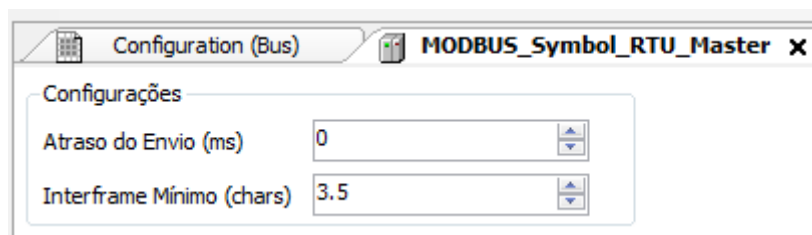

Figura 89: Tela de Configuração Parâmetros Gerais MODBUS RTU Mestre
- Configurar os parâmetros gerais do protocolo MODBUS Mestre, como: tempos de atraso de envio e interframe mínimo como na Figura 89.